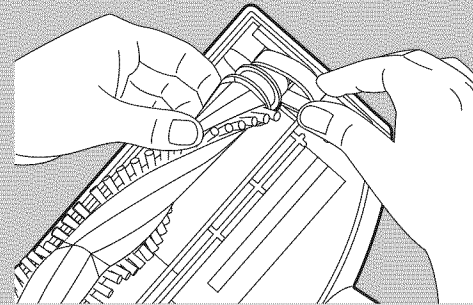

Fig. 12
- 29 Thread pulley end of brushroll through belt (Fig. 12).
- 29 Glissez le bout de la brosse rotative dans la courroie (Fig. 12).
- 29 Coloque el extremo de la polea del cepillo giratorio en la correa (Fig. 12).